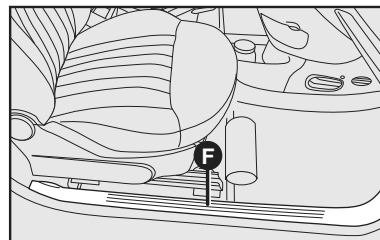

fig. 3
**F** - O número do chassi se encontra gravado na carroceria, na soleira interna da porta lateral direita, sob a moldura **fig. 3**.